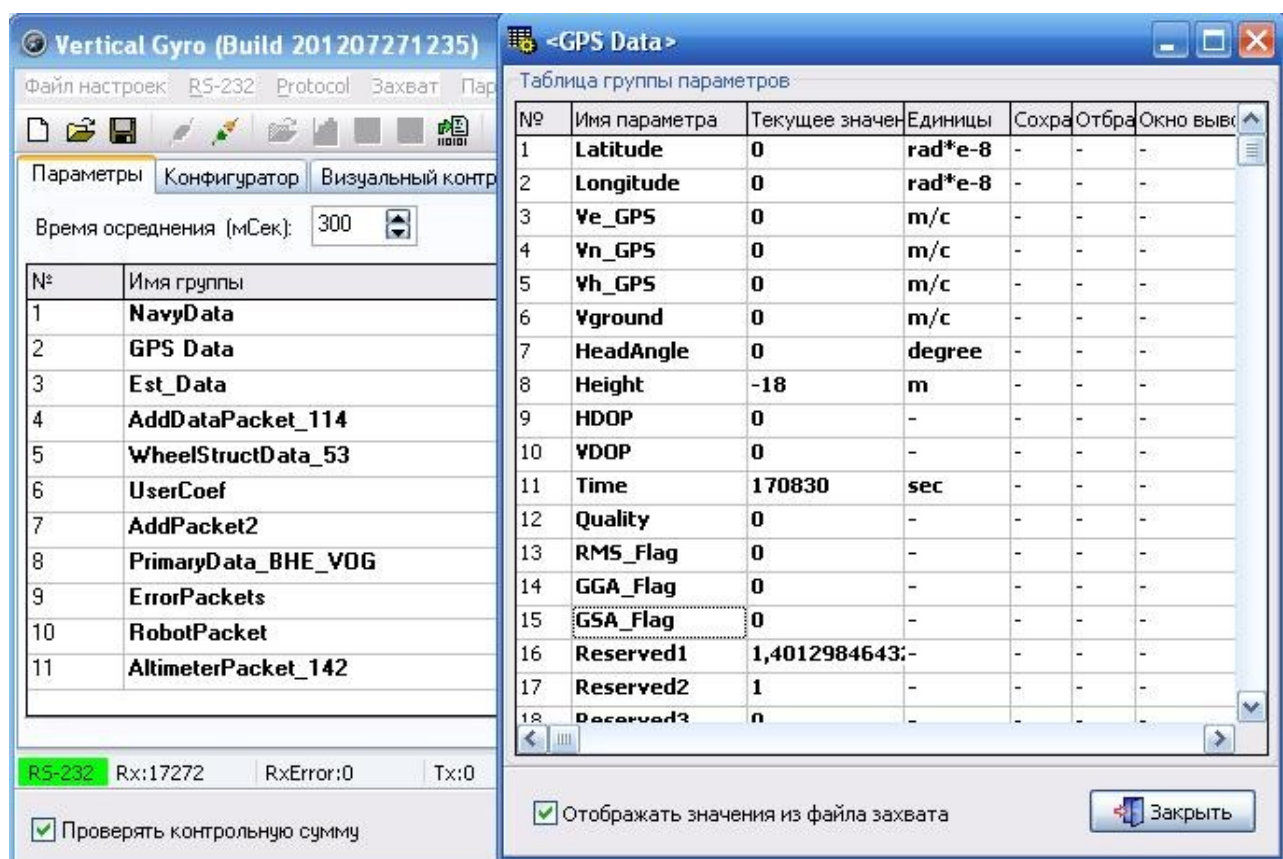

Рисунок 6
- во вкладке параметры выбрать группу «GPS Data», в появившемся окне «GPS Data» контролировать параметр «Time». СНС подключен если параметр «Time» изменяется посекундно, (рис. 6).